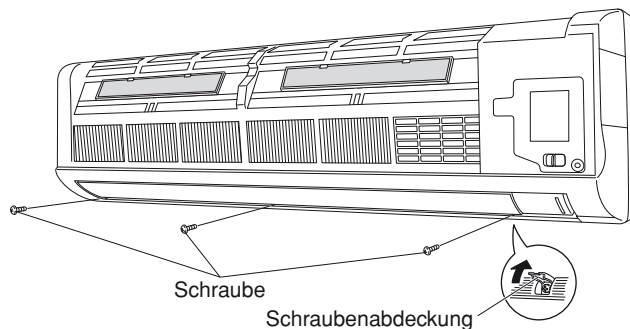

Abb. 17-2
- (2) Ebenso die 3 Schrauben losdrehen, welche keine Abdeckkappen aufweisen. (Abb. 17-2)